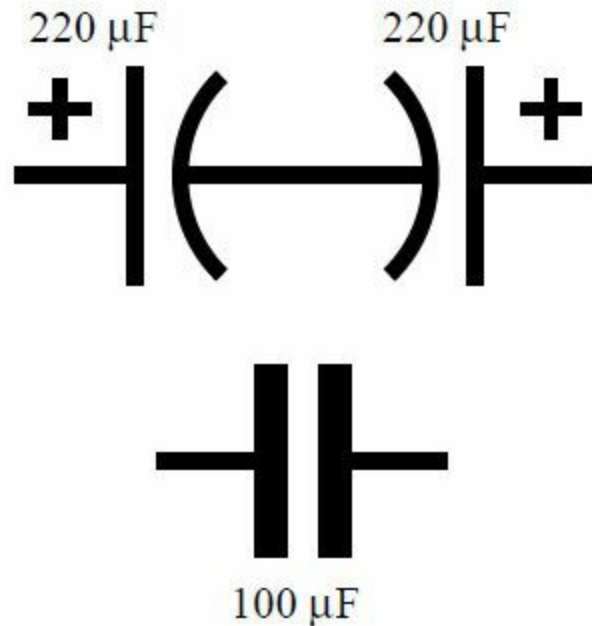

图5-38 将两个常用的电解电容器串联起来，可以做出一个非极化电容器（实际上，如果你打开一个实际的非极化电容器，看到的正是这种情况）。下面的符号粗略地等效于上面的一对符号，只是需要记住的是，串联起来的两个电容器的总电容只有单个电容器电容值的一半
□非极化电解电容器， $100\ \mu\text{F}$ ，数量：5 个。由于你将处理的是在正、负之间交替变化的音频信号，因此你无法使用常用的极化电解电容器。如果你想免除订购非极化电容器的麻烦和费用，可以将两个常用的电解电容器极性相反地串联起来，使它们的负端连接在中间，来代替非极性电容器。只是需要记住，当你将电容器串联时，总电容只有单个电容器电容的一半。因此，你需要两个 $220\ \mu\text{F}$  的电解电容器串联，才能得到一个 $110\ \mu\text{F}$  的电容。见图5-38。